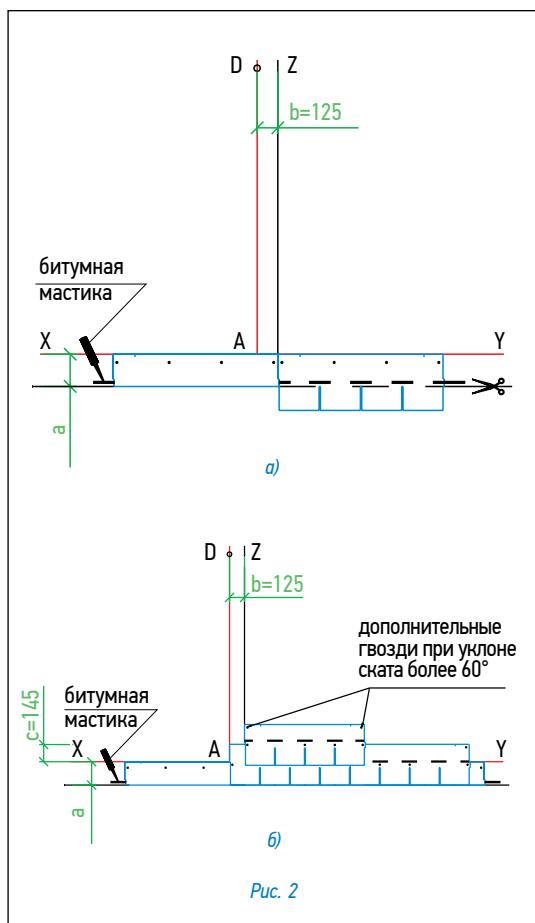

Рис. 2
Укладка материала (рис. 2)
- Начальный ряд формируется из специальной коньково-карнизной черепицы, либо из листов черепицы обрезанных по линии образованной конечными точками вырезов. Элементы начального ряда укладываются по линии карниза в обе стороны от линии Z (рис. 2а) и фиксируются по нижнему краю битумной мастикой, а по верхней кромке 4 гвоздями (ось гвоздей на 5 см ниже верхнего края полосы).
- далее первый ряд черепицы укладывается от линии AD (рис. 2б);
- второй ряд укладывается от линии Z (со смещением 12,5 см от AD) (рис. 2б);
Каждый лист черепицы крепится 5 гвоздями в штатных местах (ось гвоздей на линии битумных kleевых полос) таким образом, чтобы гвоздь прошивал и верхний край нижележащего листа черепицы (рис. 2б).